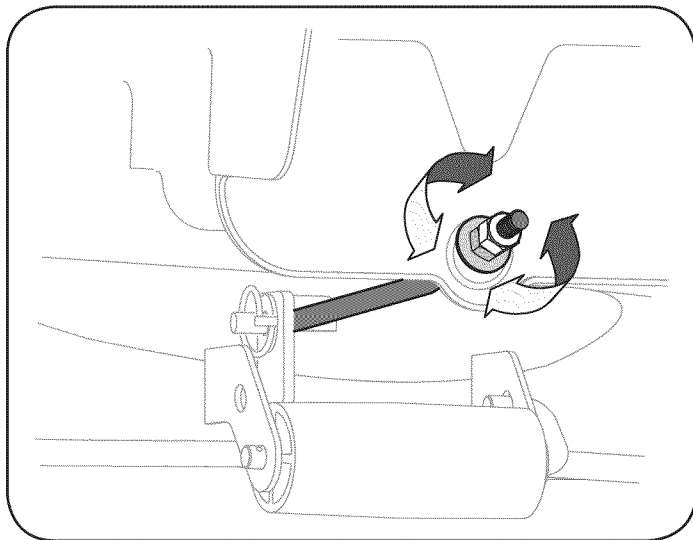

Figura 23
1. Afloje (enrosque hacia afuera) la contratuerca hexagonal sobre el extremo de la varilla de suspensión de la plataforma. Vea la Figura 23.
3. Para *baja*r la parte frontal de la plataforma, afloje (rosca hacia afuera) cada tuerca hexagonal, alejándola de la ménsula de suspensión frontal. Vea la Figura 23.